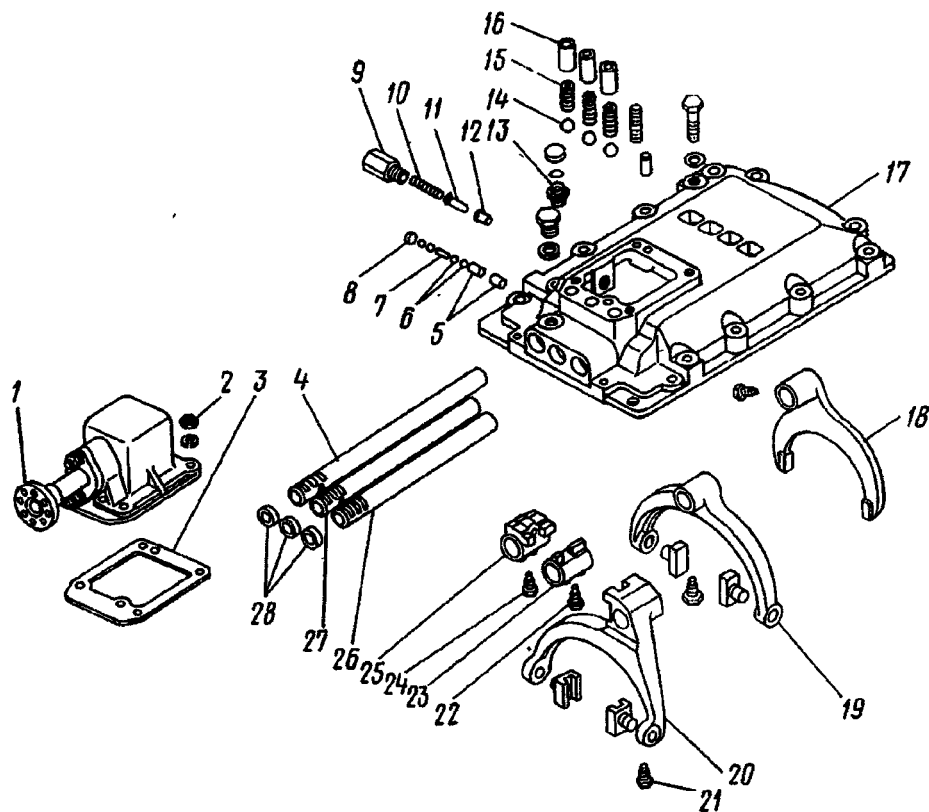
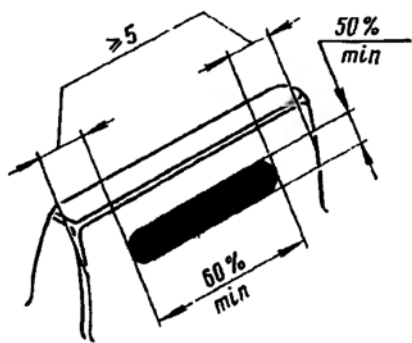

Рис. 149. Разборка механизма переключения передач:
Рис. 156. Расположение пятна контакта
51. Отверните гайки 2 (рис. 149) и снимите опору 1 рычага переключения передач с прокладкой 3	Сменная головка 17 мм, вороток
<p align="center">Сборка коробки передач</p> <p>Примечания: 1. Перед сборкой подшипники зубчатых колес, шлицевые соединения, трущиеся поверхности вала и втулок смажьте тонким слоем моторного масла. Сквозные резьбовые отверстия и уплотнительные прокладки — уплотнительной пастой УН-25.</p> <p>2. Рабочие кромки уплотнительных манжет смажьте смазкой 158.</p> <p>3. При установке зубчатых колес в коробку передач без их замены не разукрупняйте приработанные друг к другу зубчатые колеса.</p> <p>4. При установке зубчатых колес из запасных частей парные зубчатые колеса комплекуйте по пятну контакта в соответствии с рис. 156.</p> <p>69. Запрессуйте втулки 5 и заглушку 8 (см. рис. 149)</p> <p>70. Запрессуйте втулку 12 до упора в бурт</p> <p>71. Вставьте шток 4 вилки включения первой передачи и заднего хода в отверстие передней части крышки 17, установите головку 25, вставьте шток в отверстие прилива в задней части крышки и установите вилку 18</p> <p>72. Затяните с моментом 24,0—29,4 Н·м (2,45—3,0 кгс·м) установочные винты 24 и зашлифуйте</p> <p>73. Вставьте шток 26 вилки включения четвертой и пятой передач в отверстие передней части крышки 17, установите вилку 20 и вставьте шток в отверстие прилива задней части крышки</p>	<p>Молоток, оправка</p> <p>То же</p> <p>—</p> <p>Сменная головка 13 мм, вороток, плоскогубцы, динамометрическая рукоятка, шплинт-проволока</p> <p>—</p>